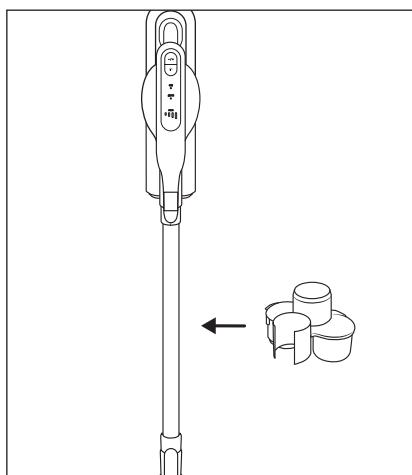

Fig. 19
- ◆ Fixez le support pour accessoires 17 sur le tube d'aspiration 24 (voir fig. 19).